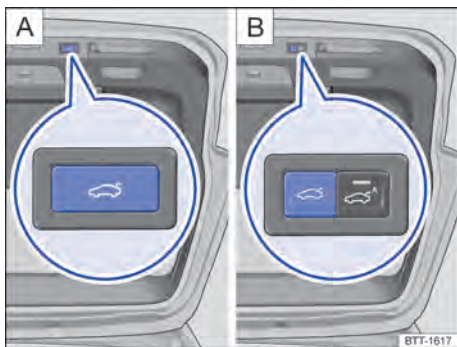

Fig. 70 Na tampa do compartimento de bagagem aberta: botão para fechar eletricamente a tampa do compartimento de bagagem.
- Pressionar o botão na tampa do compartimento de bagagem aberta → Fig. 70.